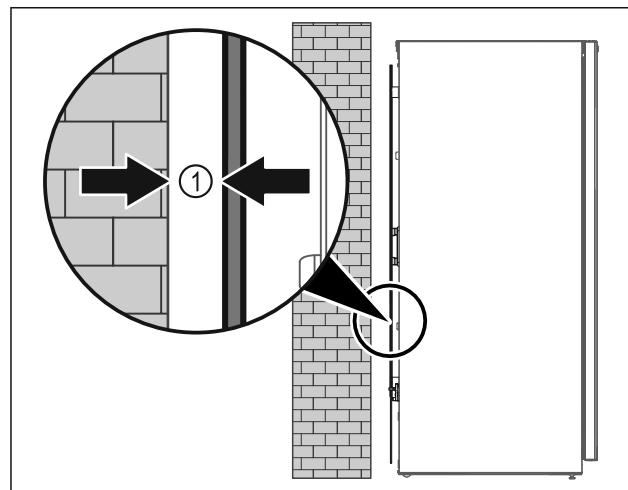

Fig. 5
- Τοποθετήστε τη συσκευή είτε ελεύθερη στον χώρο είτε απευθείας σε έναν τοίχο σε ελάχιστη απόσταση 5 mm Fig. 5 (1).